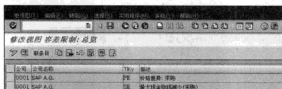

图 7-48 “修改视图容差限制：总览”界面
STEP 1 在命令栏输入 SPRO 命令，通过菜单选择“物料管理→采购→采购订单→设置价格差异的容差限制”选项，弹出“修改视图容差限制：总览”界面，从中可以为采购订单设置价格差异的容差限制，如图 7-48 所示。